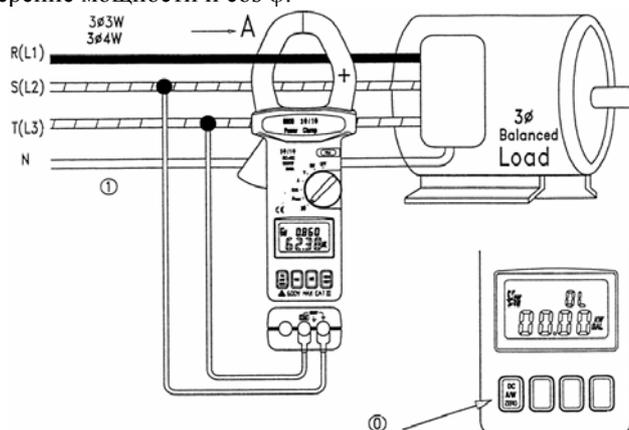

Рис. 6
- б) Установите поворотный переключатель в положение 3ф (см. рис. 6).
- к) Прочтите на дисплее значения мощности (kW) и $\cos \varphi$ (PF).
- м) Для получения показания дисплея напряжения (V) и тока (A) еще раз нажмите кнопку «NEXT».